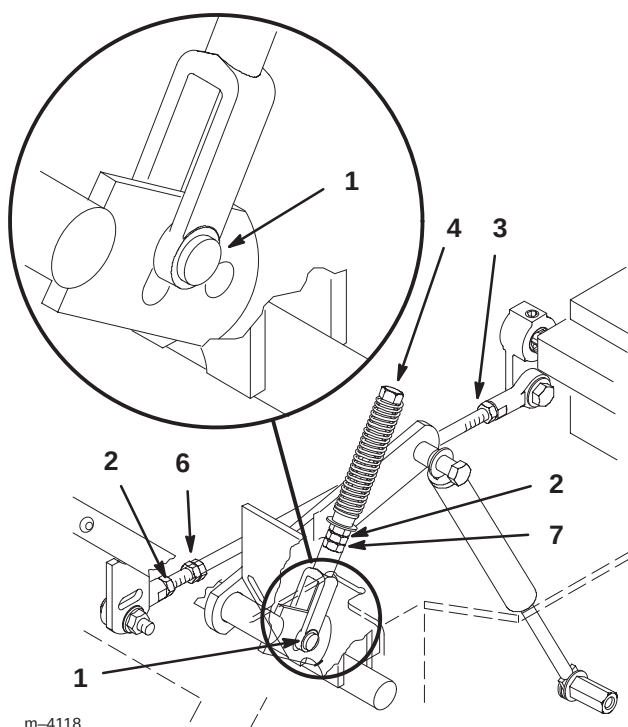

Figure 55
2. Commencez par le levier de commande gauche ou droit. Placez le levier au point mort (sans le verrouiller), puis tirez-le en arrière jusqu'à ce que l'axe de chape (situé sur le bras au-dessous de l'axe de pivot) touche l'extrémité de la fente (c.-à-d. commence juste à appuyer sur le ressort) (Fig. 55).
4. Si un réglage est nécessaire, desserrez l'écrou vissé contre la chape (Fig. 55).
5. Appliquez une légère pression à l'arrière du levier, tournez la tête du boulon de réglage dans le sens voulu pour centrer le levier à la position de verrouillage du point mort. Continuez d'appuyer sur le levier pour maintenir la goupille au bout de la fente et permettre au boulon de réglage de déplacer le levier à l'emplacement requis (Fig. 55).
4. Desserrez le contre-écrou sur la rotule de la tige de commande de la pompe (Fig. 55).
6. Réglez la longueur de la tige de pompe en tournant les doubles écrous dans le sens approprié, jusqu'à ce que la roue soit immobilisée ou tourne légèrement en marche arrière (Fig. 55).